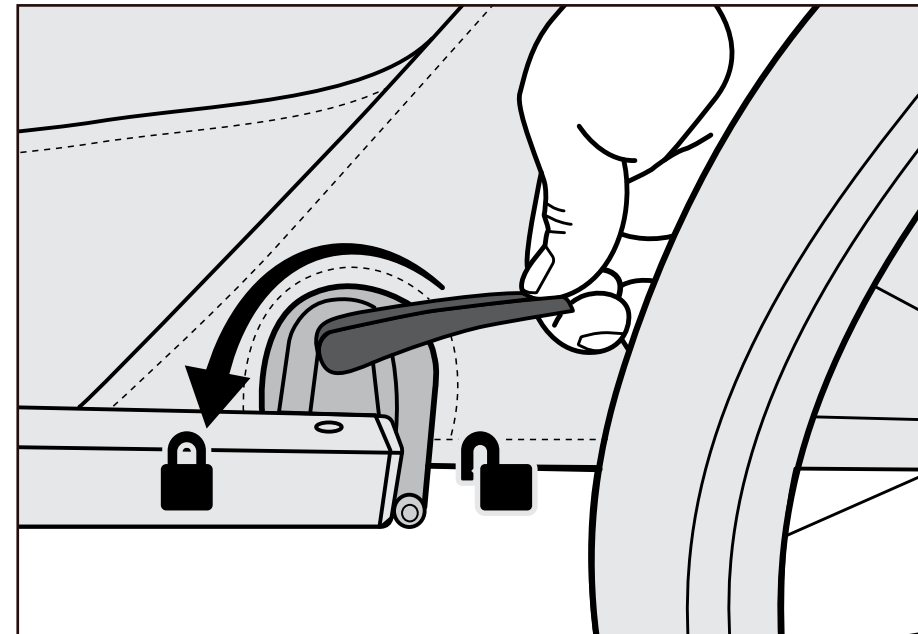

Figure 13
2. Tournez le levier rouge du frein de stationnement de manière à ce qu'il soit dirigé vers l'avant de la remorque (Figure 13). Il se peut que la remorque doit tourner légèrement vers l'avant pour que le frein s'enclenche et que le levier tourne complètement.